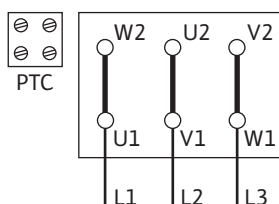

Fig. 10: Y-Δ-Anlauf
- Der Netzanschluss ist abhängig von Motorleistung P2, Netzspannung und der Einschaltart. Erforderliche Schaltung der Verbindungsbrücken im Klemmenkasten folgender Tabelle sowie Fig. 10, 11 und 12 entnehmen.